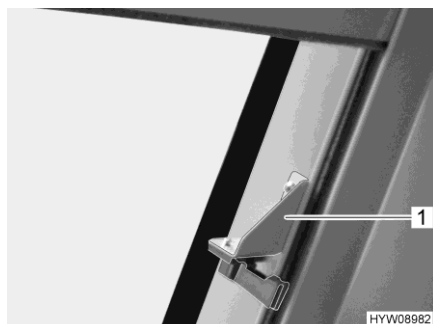

Fig. 36 Chiusura di sicurezza aggiuntiva (oscurante a rullo)
- Su entrambi i lati, ruotare spingendo indietro la chiusura di sicurezza (Fig. 36,1) applicata a sinistra e a destra approssimativamente a metà dell'altezza della finestra. A questo punto l'oscurante a rullo non può più abbassarsi ulteriormente.